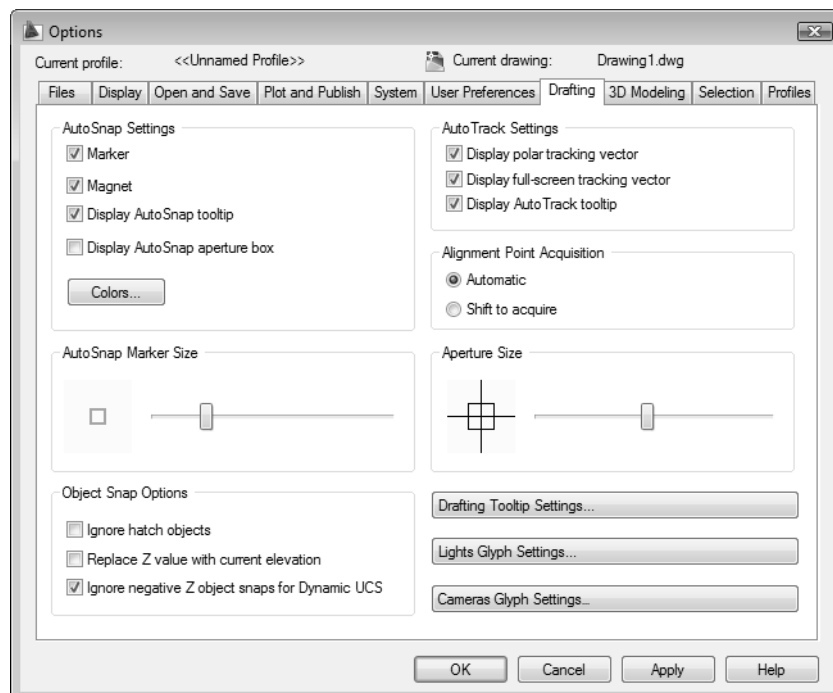

Рис. 5.50. Вкладка Drafting диалогового окна Options
3. Не щелкая на кнопке **ОК**, щелкните на кнопке **Options** (Настройка), которая находится в левом нижнем углу окна **Drafting Settings** (Режимы рисования). В открывшемся окне **Options** перейдите, если нужно, на вкладку **Drafting** (Построения) (рис. 5.50). Если хотите, можете, щелкнув на кнопке **Colors** (Цвет), из раскрывающегося диалогового окна **Drawing Windows colors** (Цветовая гамма окна чертежа) выбрать другой цвет маркера привязки, а с помощью бегунка **AutoSnap Marker Size** (Размер маркера автопривязки) изменить размер этого маркера (впрочем, в подавляющем большинстве случаев во внесении подобных изменений нет особой необходимости). Убедитесь в том, что флажки **Marker** (Маркер), **Magnet** (Магнит) и **Display AutoSnap tooltip** (Всплывающие подсказки автопривязки) установлены, а флажок **Display AutoSnap aperture box** (Прицел автопривязки) сброшен, а затем щелкните на кнопке **ОК** для возврата в диалоговое окно **Drafting Settings** (Режимы рисования).